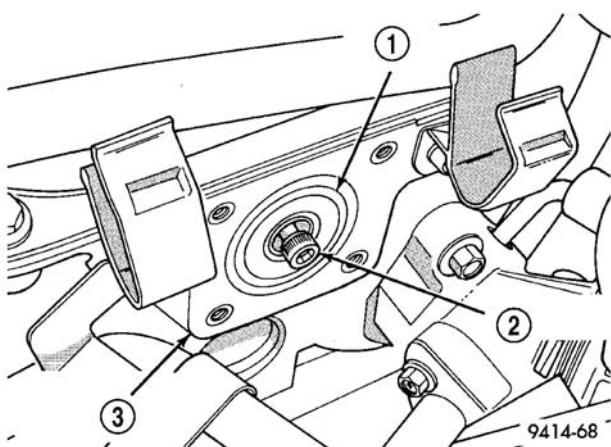

图 4 靶标磁铁的拆卸/安装
- (3) 拆卸凸轮轴位置传感器的固定螺丝，拆卸传感器。
- (4) 旋松连接靶标磁铁与凸轮轴后侧的螺钉，并卸下磁铁（图 4）